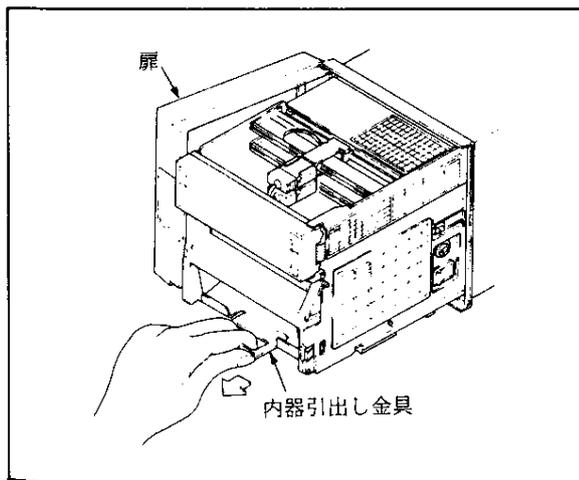

図 5.2
- (2) 扉を開き、内器引出し金具により内器を引き出します (図 5.2)。